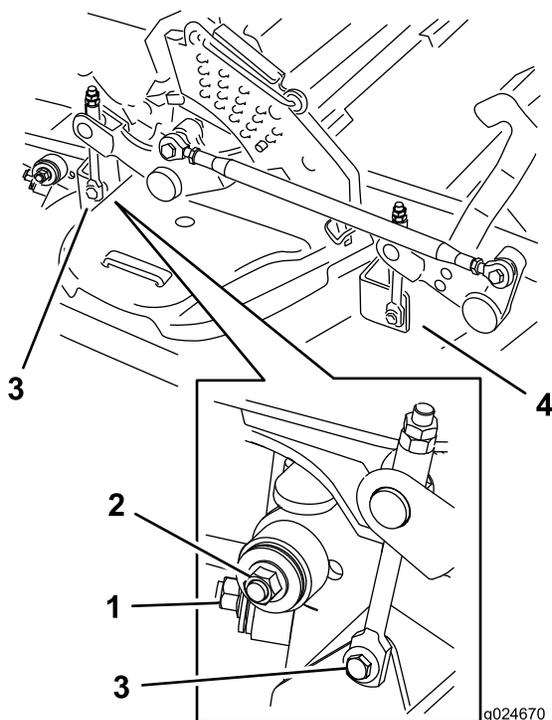

**Figure 119**
5. Soulevez le plancher et insérez un rochet dans le trou carré de la poulie de tension du plateau (Figure 118 ou Figure 119).
6. Tournez la poulie de tension du plateau de coupe dans le sens horaire, tirez sur la patte du guide-courroie (modèles à éjection arrière seulement) et déposez la courroie du plateau de coupe (Figure 118 ou Figure 119).